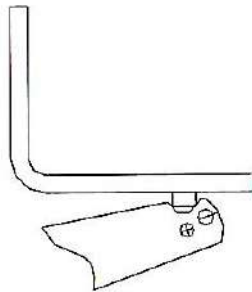

РИСУНОК 3
4. Зубчатая накладка на подъемном рычаге может быть использована для подъема погрузчика с плоским днищем. (см. рисунок 3).